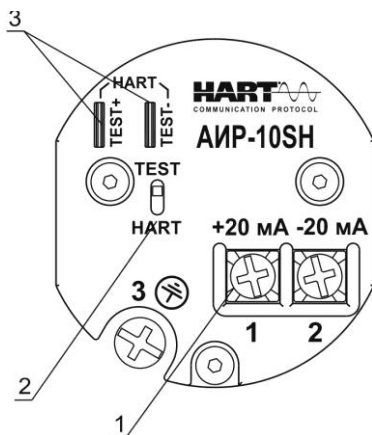

Рисунок 2.6 - Внешний вид коммутационной платы и функциональное расположение контактов АИР-10SH в корпусах АГ-24, НГ-24
2.4.5.2.1 Под крышкой АИР-10SH на коммутационной плате расположены (см. рисунок 2.6):